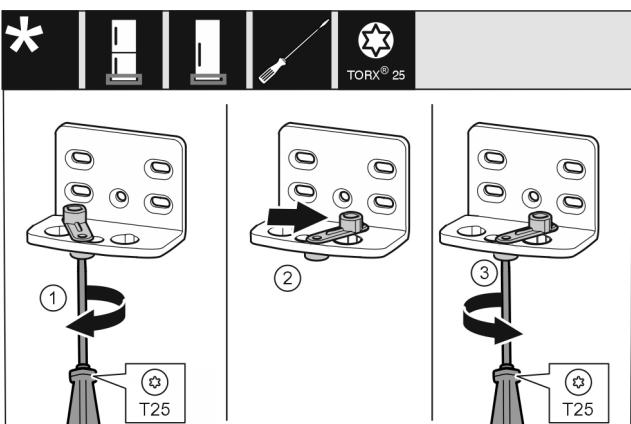

Fig. 11
- Завийте хлабаво винта с отвертка T25. Fig. 11 (1)
- Повдигнете помощното приспособление за затваряне на вратата и го завъртете в отвора с 90° надясно. Fig. 11 (2)
- Затегнете винта с отвертка T25. Fig. 11 (3)